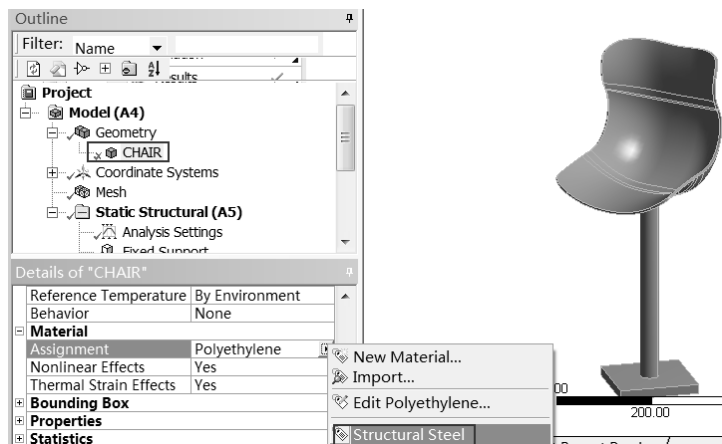

图 16-4 更改材料属性
Step1：在 Mechanical 平台中，选择 Model（A4） Geometry CHAIR 命令，如图 16-4 所示，然后在出现的 Details of “CHAIR” 面板中将材料属性更改为 Structural Steel。